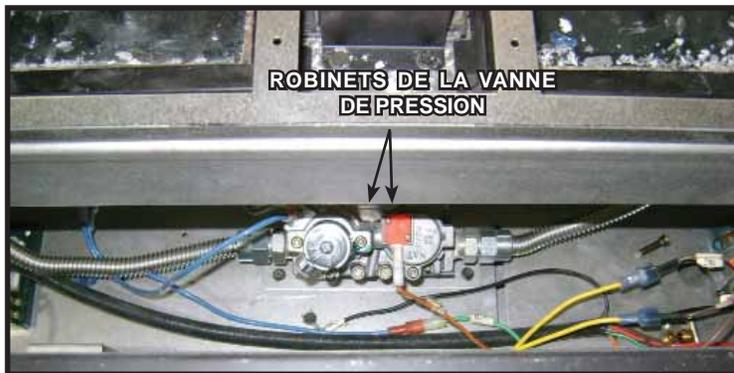

Figure 9.1. Robinets de la vanne de pression.
6. Il y a trois fenêtres d'accès situées à l'intérieur de la base de la boîte à feu. Voir la figure 9.1. Retirez les vis et la plaque d'accès de la vanne de fermeture manuelle comprise avec ce foyer.